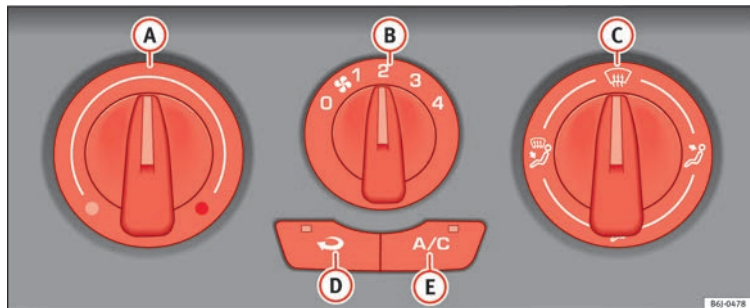

Fig. 129 Mandos del aire acondicionado en el tablero de instrumentos.
- Desconecte el sistema de refrigeración con la tecla **fig. 129** **A/C** (se apaga el testigo de la tecla).
» **fig. 129**  (se ilumina un testigo en la